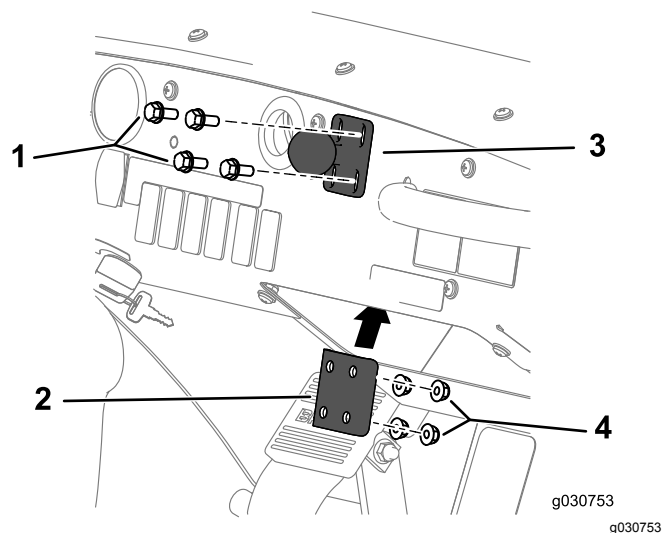

Figure 158
1. Fixez le support à rotule à la planche de bord à l'aide des 4 boulons (1/4" x 1 1/2"), du raidisseur et du contre-écrou à embase (1/4"), comme montré à la Figure 158.